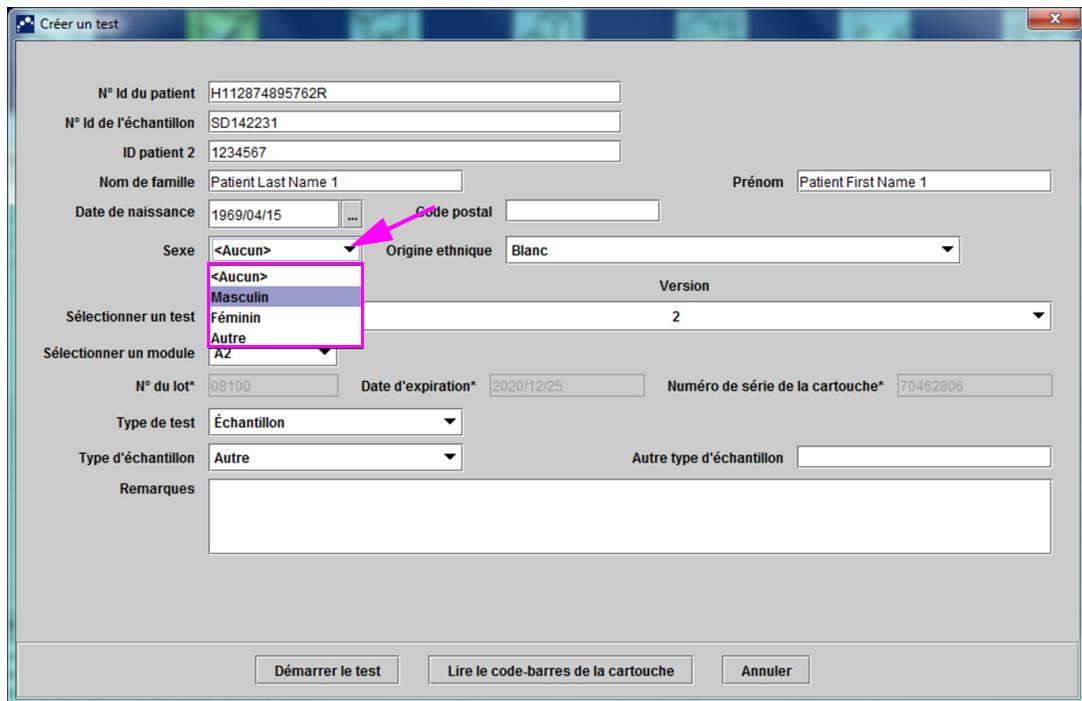

Figure 5-26. Boîte de dialogue Crée un test avec le champ Sexe affiché
- C. **Sexe**—Cliquez sur la flèche du menu déroulant dans la case **Sexe** et sélectionnez le sexe approprié dans le menu déroulant qui s'affiche (voir la Figure 5-26).